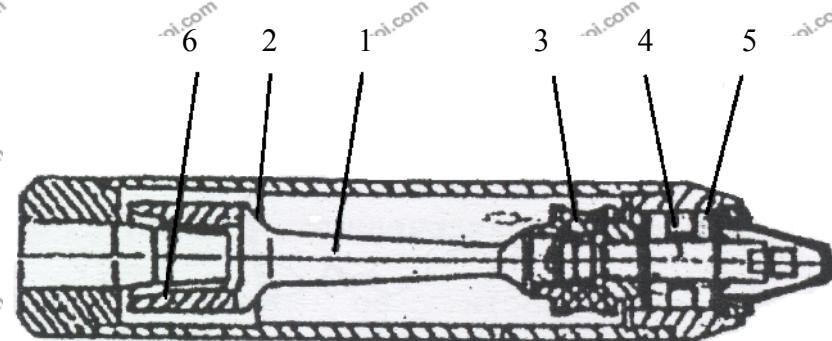
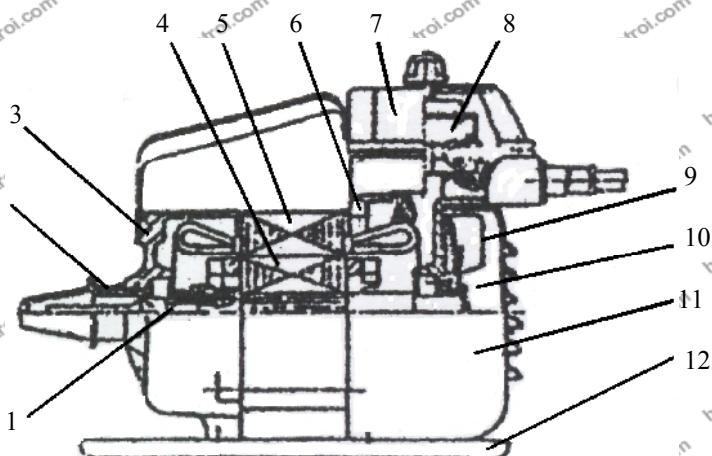

Рис. 3. Вибронаконечник ИВ – 116.01.000 СБ вибратора ВИ – 1-16.
Рис. 2. Электропривод вибраторов ВИ-1-16, ВИ-1-17, ВИ-1-13, ВИ-75
5.3. Электропривод (рис.2) состоит из следующих основных частей: муфты сцепления 1, шпинделя 2, щита переднего 3, ротора 4, статора 5, щита заднего 6, крышки 7, выключателя пакетного 8, вентилятора 9, подшипников 10, кожуха 11 и основания 12.
5.4. Крутящий момент от шпинделя 2 электродвигателя передается шпинделю 4 (рис. 3, 4) вибронаконечника через гибкий вал, состоящий из сердечника и защитной брони. Гибкий вал рассчитан на вращение только в правую сторону. В целях предохранения гибкого вала от раскручивания на валу электропривода предусмотрена муфта сцепления 1 (см. рис.2), допускающая одностороннее (правое) вращение.
5.5. Вибронаконечники вибраторов указанных моделей аналогичны по конструкции (см. рис.3,4), и каждый представляет собой герметически закрытый корпус 2, внутри которого находится бегунок 1, соединенный со шпинделем 4 резинометаллической упругой муфтой 3.
5.6. Бегунок 1 вибронаконечника ИВ – 116.01.000 СБ (рис.3) в нижней части имеет форму колокола, внутренней поверхностью которого он обкатывается вокруг конического сердечника 6, закрепленного в корпусе 2.